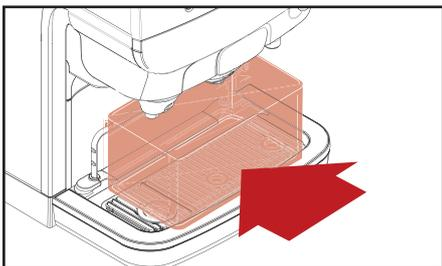

Fig. 5.7 - Colocar recipiente
- Coloque el contenedor (Fig. 5.7) bajo la salida de los productos y presione para empezar el enjuague.
8. Coloque el contenedor (Fig. 5.7) bajo la salida de los productos y presione ← para empezar el enjuague.